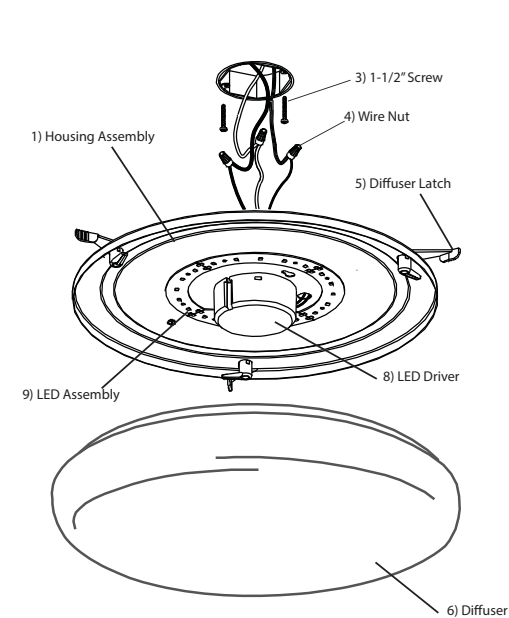
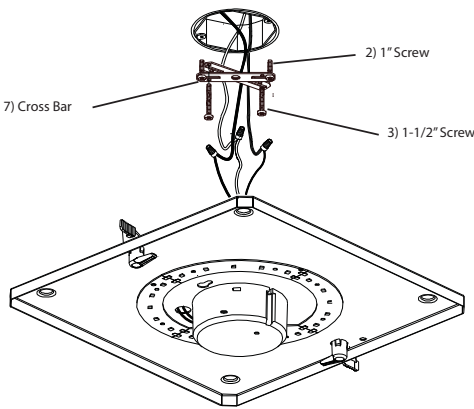

Figure 1
Figure 2
1. Retirez le diffuseur (6) en faisant pivoter ses loquets (5) vers l'extérieur (à l'écart) de l'ensemble de boîtier (1). Retirez le ou les emballage(s) des pièces. Vérifiez qu'aucune pièce ne manque. Voir « Liste d'emballage du dispositif » à la page 2. 2a. Version Ronde- Posez deux vis de 1-1/2 po (3) dans les trous filetés de la boîte de jonction, la tête des vis étant à 1/4 po du plafond. Voir la Fig. 1. 2b. Version Carrée- Installez la traverse (7) à la boîte de jonction à l'aide de deux vis de 1 po (2). Poser les deux vis (3) restantes à environ 1/2 po dans les trous les plus éloignés des extrémités de l'autre traverse. Voir la Fig. 2. 3. S'assurer que les fils noir, blanc et vert sont bien sortis à l'arrière de l'appareil. Retirer le diffuseur de plastique si installé. 4. L'alimentation coupée, soutenir fermement le bloc boîtier (1) et connecter le fil de terre vert de l'appareil au fil de terre nu en cuivre de la boîte de jonction à l'aide d'un capuchon de connexion (4). (Si le câblage d'alimentation ne comprend pas un fil de mise à la terre, consulter votre code d'électricité local et vérifier les méthodes conformes de mise à la terre). 5. Employer les capuchons de connexion (4) pour connecter le fil noir de l'appareil au fil noir d'alimentation et le fil blanc au fil blanc d'alimentation. 6. Tenir le bloc boîtier d'une main et de l'autre placer les fils dans la boîte de raccordement. 7. Aligner les fentes en trou de serrure du bloc boîtier de l'appareil sur les têtes de vis déjà installées dans la boîte de jonction, soulever l'appareil, le tourner dans le sens opposé aux aiguilles d'une montre et serrer les vis pour fixer solidement le bloc boîtier au plafond 8. Installer le diffuseur (6), placez la bride du diffuseur à l'intérieur de l'ensemble de boîtier (1) et faites pivoter les loquets du diffuseur (5) vers l'intérieur pour attirer lediffuseur (6). 9. Rétablir le courant électrique au fusible ou au disjoncteur et vérifier si l'installation a été réussie.
- 2a. Round Version- Install two 1-1/2" Screws (3) into threaded holes in junction box with Screw head 1/4" from being flush with the ceiling.- See Fig. 1
- 2b. Square Version- Install Crossbar (7) to junction box with two 1" Screws (2). Install two 1-1/2" screws (3) approximately 1/2" into holes furthest to ends of other Cross bar. See Fig. 2.
- 2a. Versión Rejilla- Instale dos tornillos de 1-1/2" (10) en los agujeros roscados en la caja de ensambladura con la cabeza de tornillo a 1/4" hacia abajo del techo. Vea Fig. 1.
- 2b. Versión Cuadrada- Instale la Barra Transversal (7) a la caja de ensambladura con dos Tornillos de 1" (2). Instale los dos tornillos (3) restantes a aproximadamente 1/2" en los agujeros más lejanos de los extremos de la otra Barra Transversal. Vea Fig. 2.